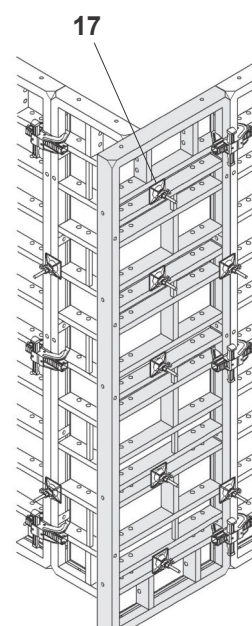

Рис. 81
Соединение элементов с помощью 5 шт. колонных болта (17) на высоту  $h=3,30$  м. (Рис. 81)